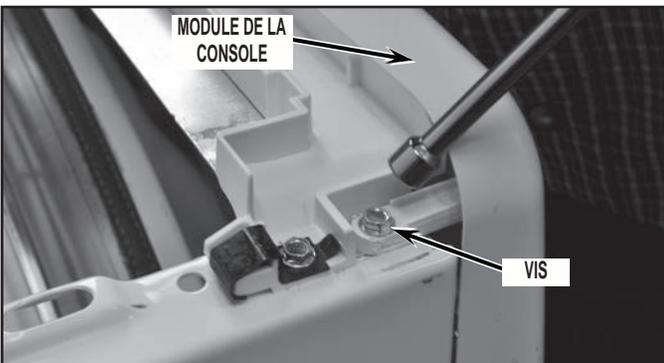

FIGURE 3
- Ôter la console : ôter d'abord les deux (2) vis de fixation (une de chaque côté de la console, aux emplacements indiqués sur la *Figure 3*).